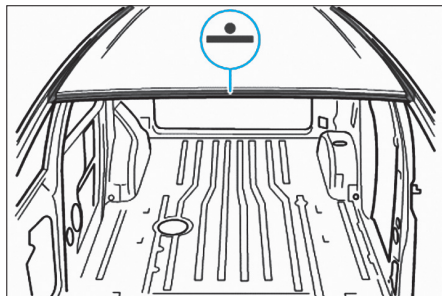

FIG. 44
- Souder le pavillon à la pointeuse électrique (Fig.44).